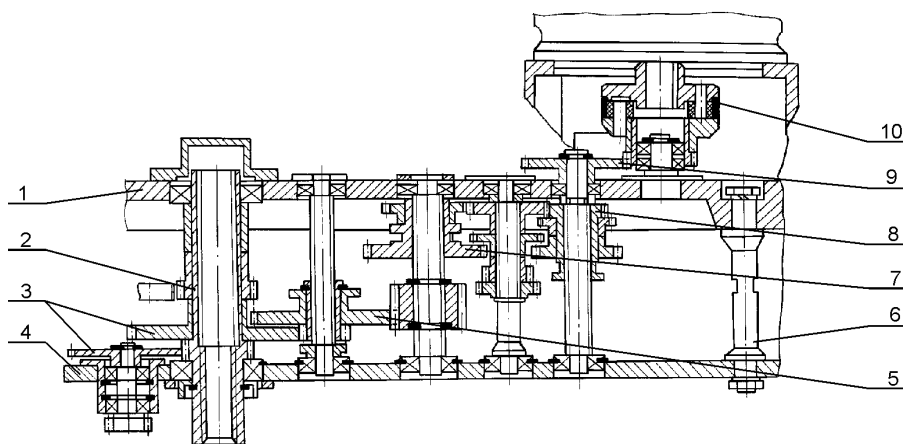

Рис. 9. Коробка скоростей
7.4. Коробка скоростей и привод (рис. 9)